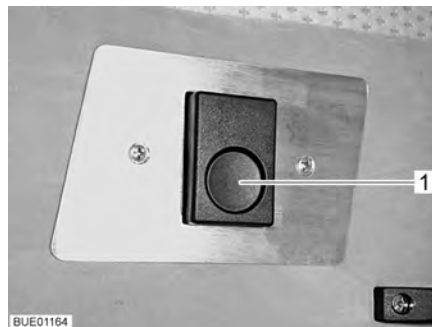

Fig. 75 Desbloqueo
- Presionar el botón de desbloqueo (Fig. 75,1). Se ha soltado el bloqueo.